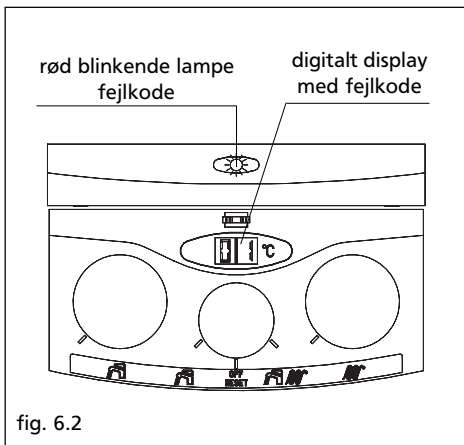

fig. 6.2
- **blinkende rødt** (fig. 6.2) fejlkode.